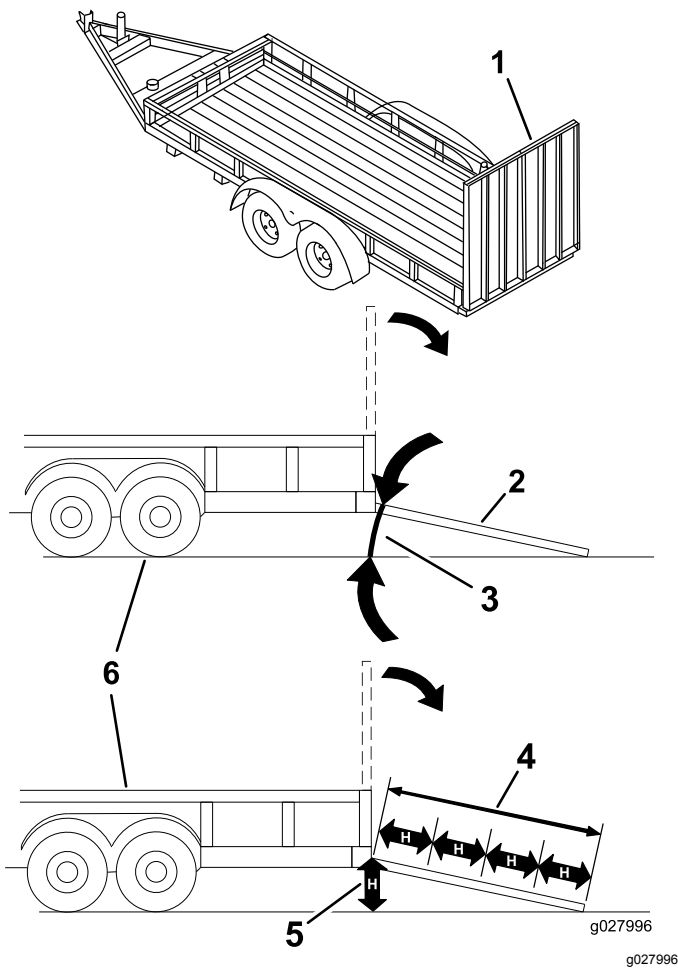

Figura 28
El cargar la máquina en un remolque o un camión aumenta la posibilidad de un vuelco y podría causar lesiones graves o la muerte (Figura 28).
1. Baje la rampa, asegurándose de que el ángulo entre la rampa y el suelo no supera los 15 grados (Figura 28).